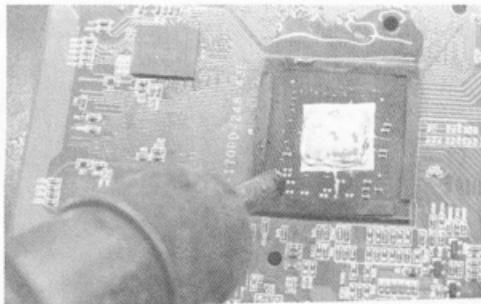

图 4-30 注入焊膏
(4) 风枪温度 300℃，风速 5，对准 GPU 旋转加热，如图 4-30 所示。让焊膏慢慢融化，流入 GPU 下面。